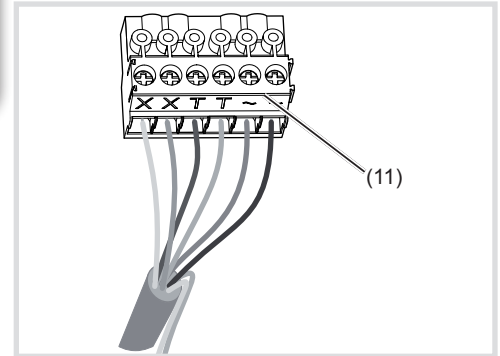

Bild 6: verdrahteter Anschluss-Klemmblock
- Anschluss-Klemmblock (11) vom Gerät nach unten hin abziehen.
- Adernpaar der 2Draht Busleitung an die Klemmen **XX** des Anschluss-Klemmblocks anschließen (Bild 6).
- Gegebenenfalls Türöffner-Leitung an die Klemmen **TT** des Anschluss-Klemmblocks (Bild 6 und 7) anschließen.
- Für Ruftaster-Hinterleuchtung 12 V~ Zuleitung vom Netztransformator an die Klemmen ~~ des Anschluss-Klemmblocks anschließen (Bild 6 ... 8).